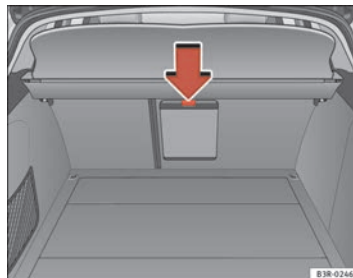

Fig. 128 Detalle del asiento trasero desde atrás: Tapa del saco para objetos alargados
- Oprima la tecla de desbloqueo de la tapa del saco para objetos alargados ⇒ página 158, fig. 128 -flecha- y gírela hacia abajo.